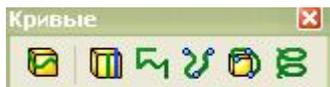

Рисунок 6 – Панель **Curves**
– **Curves** (Кривые) – панель инструментов предоставляет инструменты для создания и использования кривых (рисунок 6).